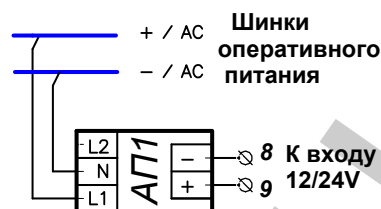

Рис. 7 Схема питания блока БУАВР от изолированного источника оперативного питания
- 5.6. При питании блока БУАВР от источника оперативного питания 110/220В переменного (выпрямленного) или постоянного тока, не допускающего соединения с нейтралью, рекомендуется использование адаптера питания АП1, который необходимо подключить к входу 12/24В блока БУАВР, рис.7.